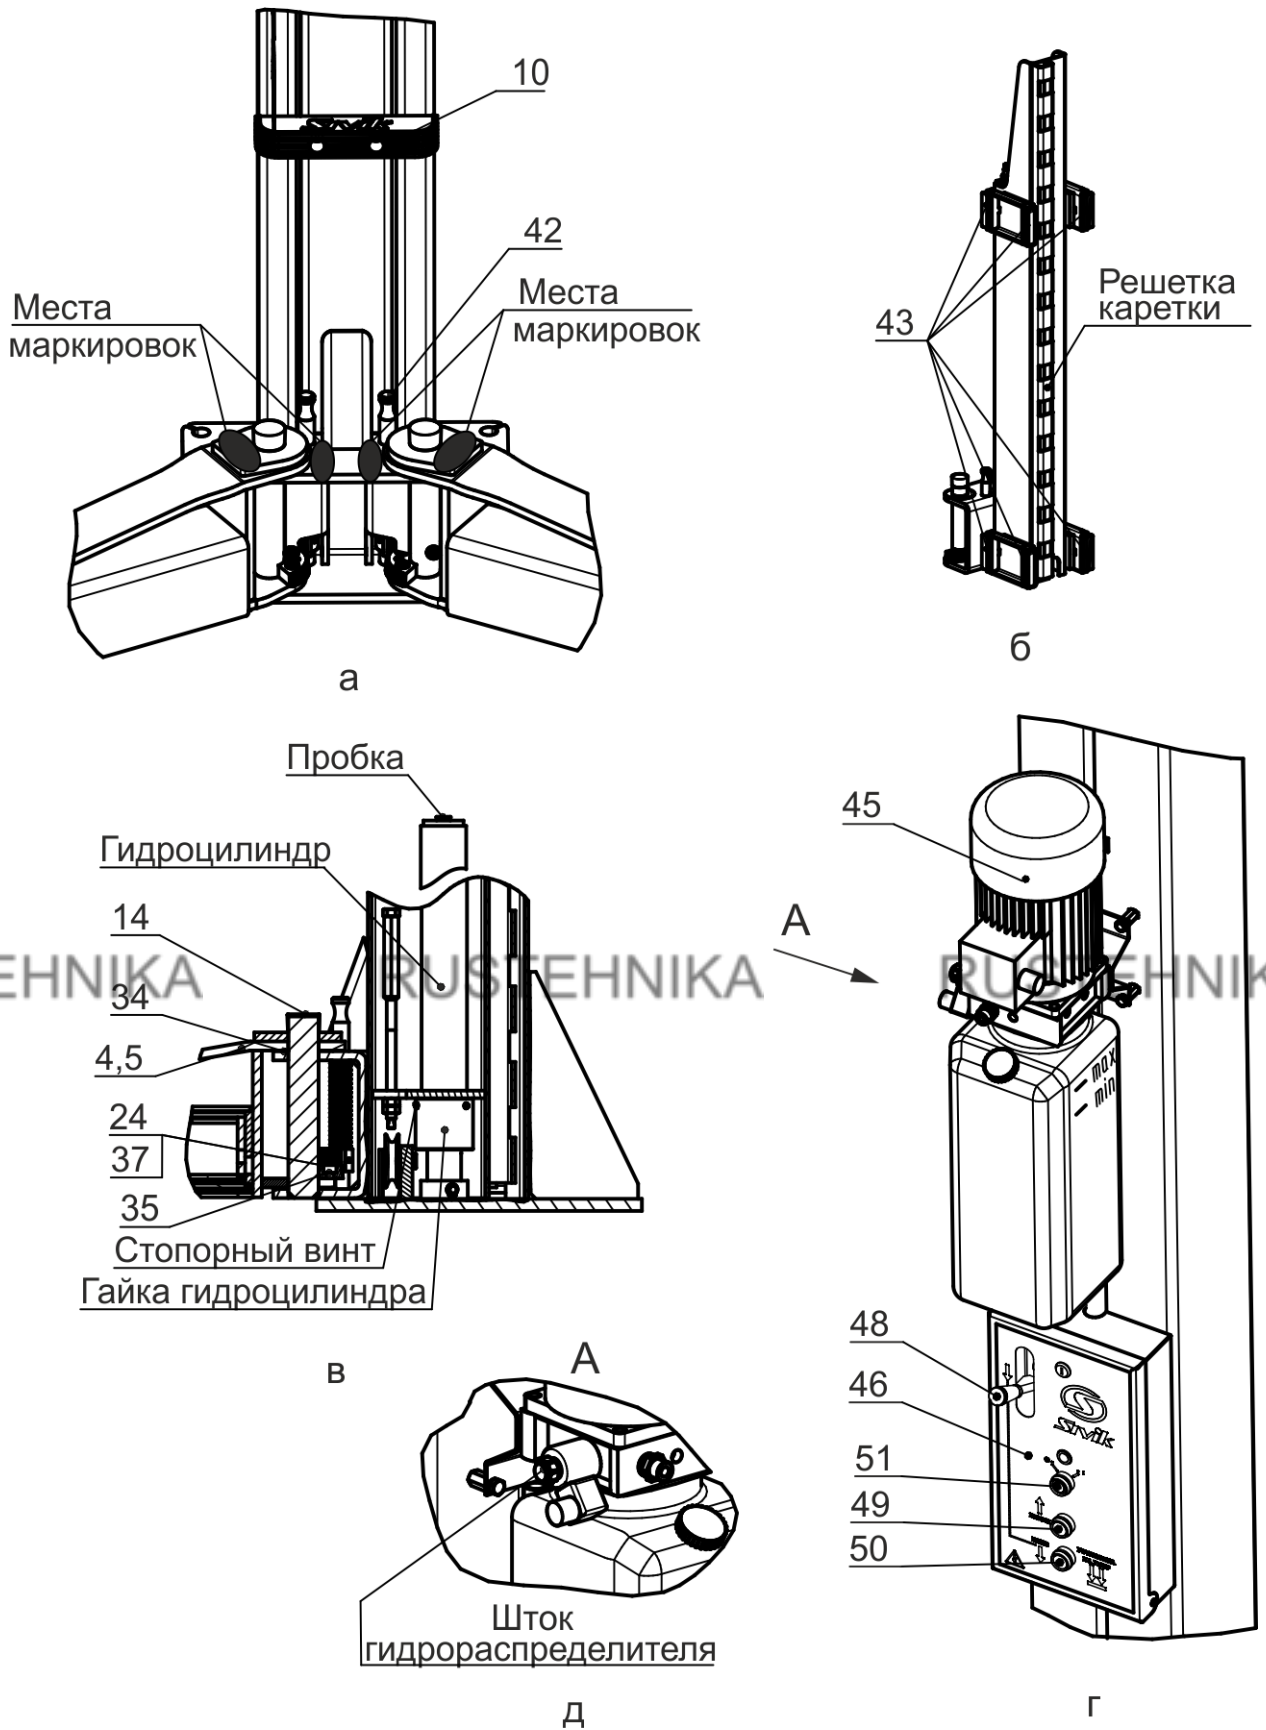

Рисунок 4.1 – Виды подъемника
Подъемник (рисунок 3.1) состоит из двух стоек коробчатого сечения - правой 1 и левой 2, соединенных между собой перекладиной 3. В стойках размещены каретки 63 с закрепленными на них поворотными телескопическими подхватами 4 и 5 разной длины. На концах подхватов 4, 5 установлены опоры 7, подставки опоры 8, 9. Подхваты фиксируются стопорными устройствами 42 (рисунок 4.1 а), автоматически срабатывающими при подъеме автомобиля. При опускании кареток 63 в крайнее нижнее положение происходит автоматическое расстопорение подхватов 4 и 5. Каретки 63 приводятся в движение гидравлическими цилиндрами, установленными внутри стоек. Подъемник снабжен системой 62 тросовой синхронизации движения кареток 63.
Каждая каретка 63 (рисунок 4.1 б) снабжена полиамидными ползунами 43, скользящими по беговым дорожкам стоек 1 и 2. Каретки фиксируются на требуемой высоте стопорами-защелками 44 (рисунок 3.1), закрепленными на стойках 1,2 и входящими в зацепление с решетками на каретках 63.
На правой стойке (рисунок 4.1 г) размещена насосная станция 45 с пультом управления 46. Внутри насосной станции 45 находится клапан предохранительный, предотвращающий перегрузку в гидросистеме. Клапан предохранительный настроен на заданное давление и опломбирован.
Для предотвращения повреждения дверей автомобиля (при открывании) на каретки 63 установлены накладки 10, фиксируемые винтами М8х30, шайбами 8Г и шайбами 8 (рисунок 3.1 и рисунок 4.1 а).
Управление подъемником осуществляется рычагом 48 (рисунок 4.1 г) и двумя кнопками 49 и 50, установленными в пульте управления 46. Рычагом 48 осуществляется расстопорения кареток 63, а кнопками 49 и 50, подъем (кнопка 49) и опускание (кнопка 50) кареток 63.
ВНИМАНИЕ! Перед сборкой проверить затяжку гаек гидроцилиндров и стопорных винтов (рисунок 4.1 в).
Для того чтобы проверить срабатывание упругой тяги 55, необходимо одному человеку прижать рукой защелку 44 к стойке 2, а другому повернуть рычаг 48 (рисунок 4.1 г) на себя. Упругая тяга 55 должна вытянуться на полный ход штока.
При повороте рычага 48 (рисунок 4.1 г) защелки на левой и правой стойки должны срабатывать одновременно. При отпуске рычага 48, защелки на левой и правой стойке должны вернуться в исходное положение. Регулировка проводится выборкой слабины тросика 52 и обжатием петли от вытягивания зажимом 13.
6.9 Открутить пробку бака насосной станции 45 и залить масло (около 12 л) до верхней метки «МАХ» (рисунок 4.1 г). Уровень масла контролировать визуально. Установить пробку бака на место.
- кратковременным нажатием на кнопку 49 (двигатель должен работать, вращение крыльчатки по стрелке на кожухе эл. двигателя, а из бака должно убывать масло, рисунок 4.1 г).
- отвернуть пробки у каждого гидроцилиндра на один оборот (рисунок 4.1в)
6.13 Подхваты 4 и 5 установить согласно маркировки, предварительно одев шайбу 34 на ось каретки, как представлена на рисунке 4.1а и зафиксировать секторами 40 к подхватом 4 (рисунок 4.1в). Сектора фиксировать винтами 24 и шайбами 37. Допускается разно-высотность подхватов до 10 мм. Убедитесь, что подхваты фиксируются стопорными устройствами 42.